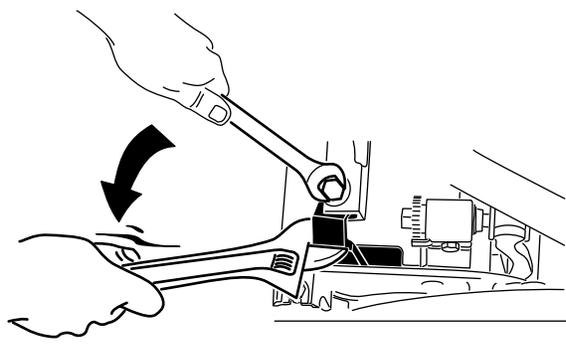

図 7
**注** ピボット・アーム取り付け用のネジを締め付けるときには、モンキー・レンチを使ってピボット・アームをサイド・プレートに平行に押さえておく (図 7)。